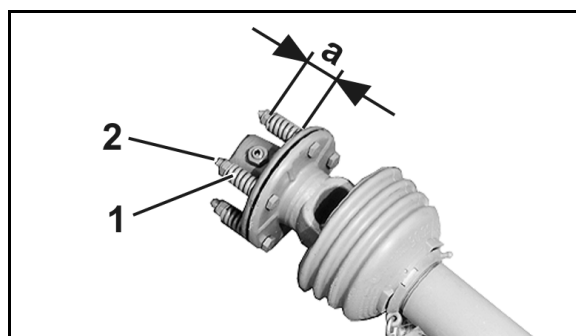

Fig. 68
2. Scaricare le molle (Fig. 68/1) allentando i dadi (Fig. 68/2).